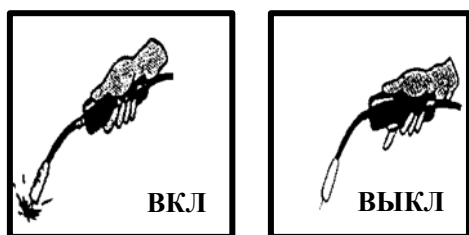

Рис.10
- Во время работы при нажатии на переключатель сварочной горелки ток поступает в горелку и начинается подача проволоки, при отпускании переключателя сварка прекращается. Контроль за сварочным током и напряжением осуществляется с помощью ручки сварочного тока и напряжения, как показано на **Рис. 10**.